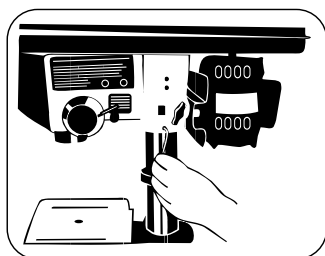

FIGURA 7.5
- Aperte os dois conjuntos de parafusos localizados ao lado direito do Conjunto Cabeçote, usando a chave Allen **0** (Figura 7.5).